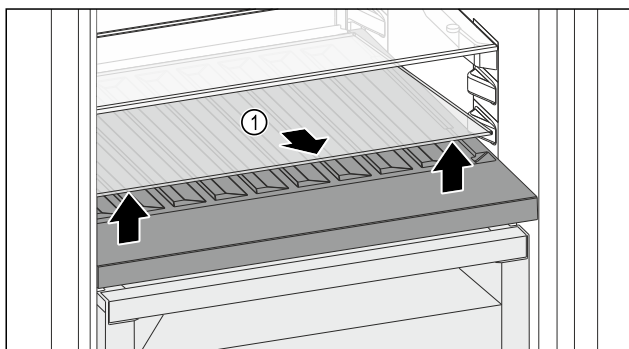

Fig. 89
- Glasplatte Fig. 89 (1) an der Aussparung vorne anheben und herausnehmen.
- Glasplatte Fig. 89 (1) außerhalb des Geräts sicher aufbewahren.